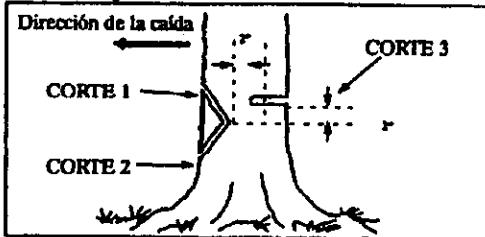

Figura 20
**NOTA:** Si el árbol tiene raíces grandes prominentes, córtelas primero antes de cortar la muesca. Corte las raíces prominentes verticalmente primero, seguido de los cortes horizontales. Figura 20.
- Corte una muesca. Vea la Figura 20.